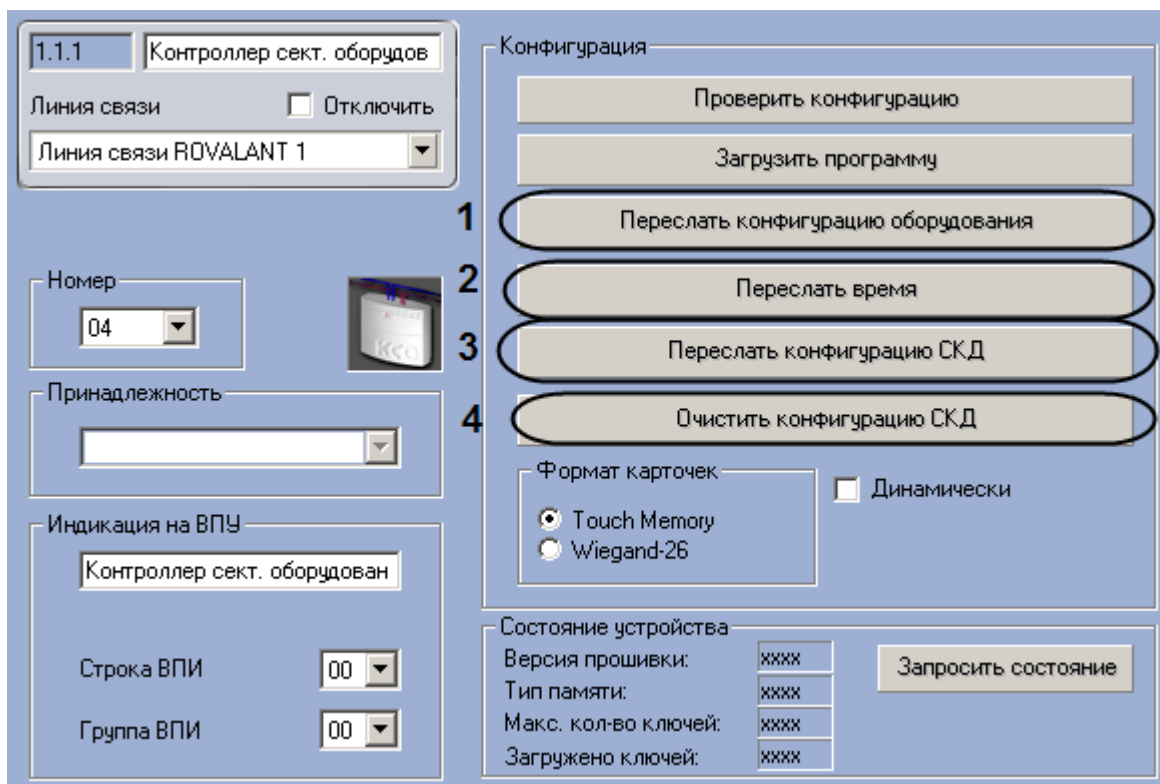

Рис. 3.5—3. Пересылка конфигурации контроллера сектора оборудования
1. Перейти на панель настроек объекта **Контроллер сект. оборудования** (Рис. 3.5—3).
2. Для пересылки конфигурации оборудования на контроллер нажать на кнопку **Переслать конфигурацию оборудования** (см. Рис. 3.5—3, 1)
3. Для пересылки на контроллер времени Сервера нажать на кнопку **Переслать время** (см. Рис. 3.5—3, 2).